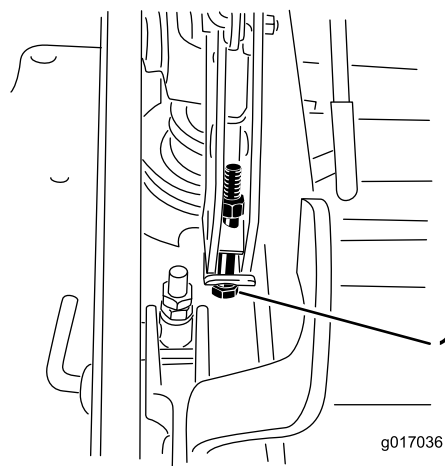

**Figura 79**
12. Para ajustar el sistema de ajuste de un solo punto, afloje los 2 pernos situados cerca del borde inferior de la pletina de altura de corte (Figura 79).
14. Apriete los 2 pernos en el borde inferior de la pletina de altura de corte (Figura 79).